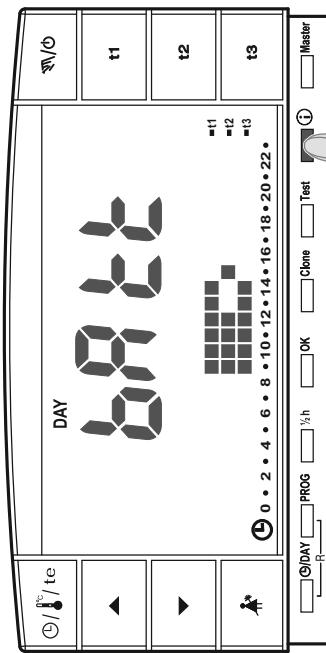
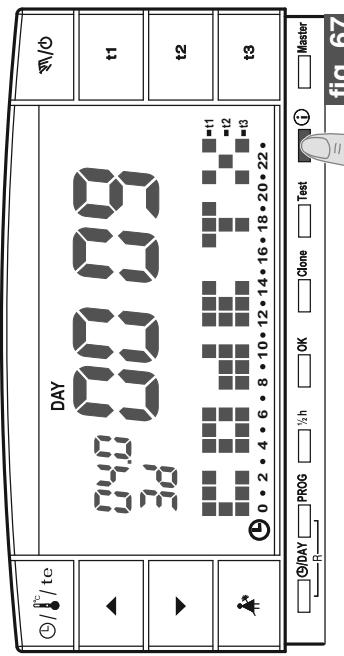

fig. 65
fig. 67
- Desde la pantalla anterior pulsar otra vez la tecla **i** en la pantalla aparecerá el nivel de carga de las pilas (ejemplo fig. 65).
- Desde la ventana anterior (fig. 65) pulsar nuevamente la tecla ① : en pantalla aparecerá el número de serie que es transmitido por el cronotermostato cada vez que se produce una transmisión de datos (ejemplo fig. 67).